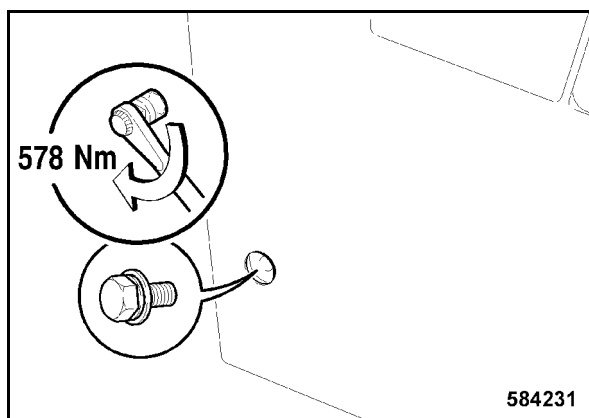

fig. 179
- Serrer la vis de fixation arrière latérale droite à un couple de 578 Nm (fig. 179).